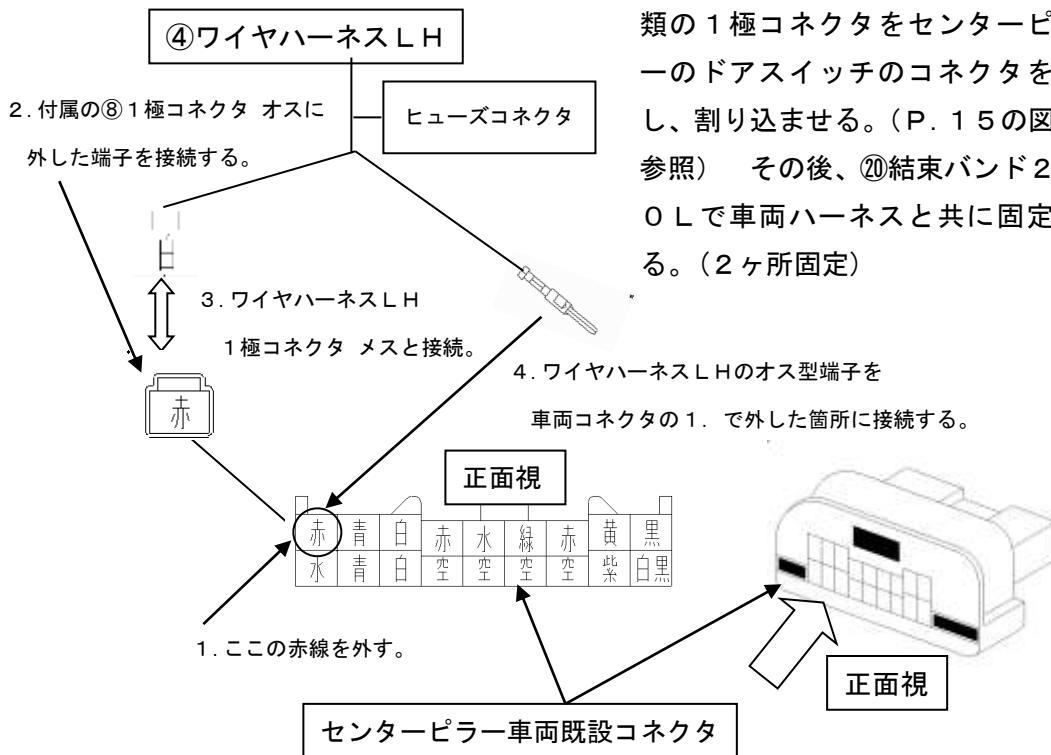
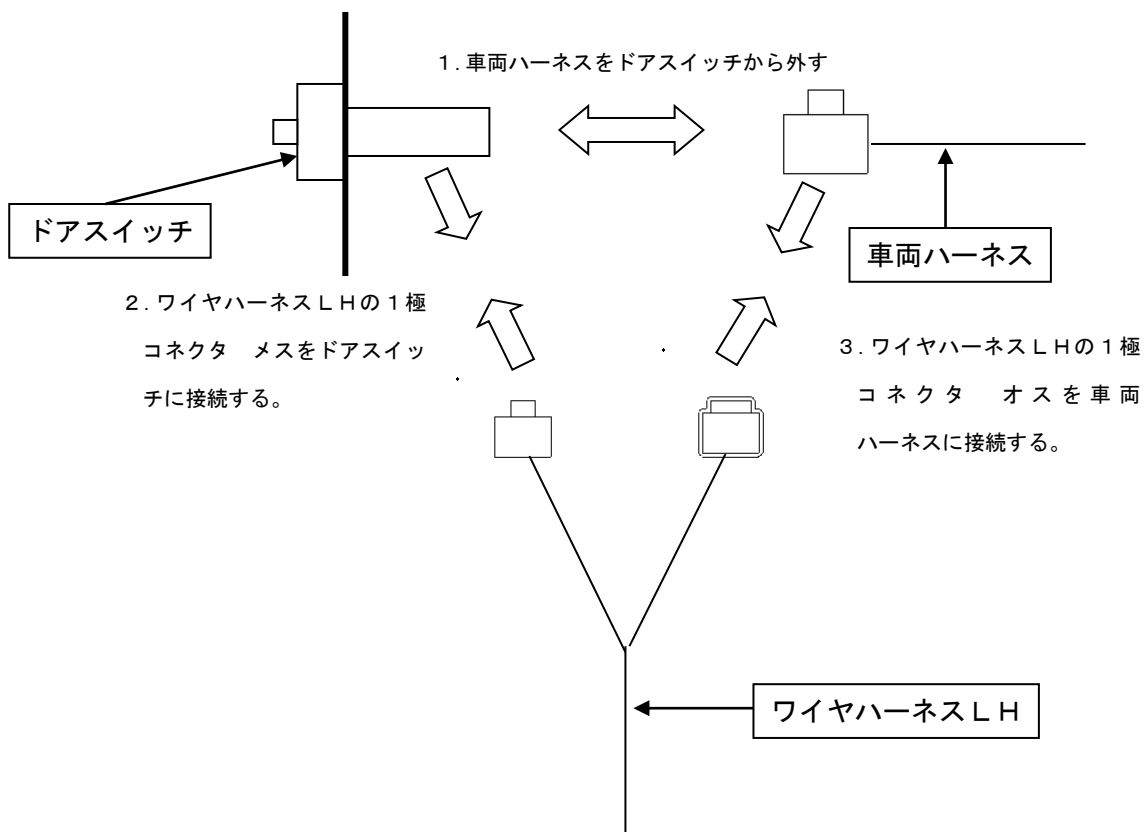

図6. 助手席側電源取り出し
図7. ドアスイッチ接続
10. 写真24、25のように④ワイヤハーネスLHをセンターピラーと太いハーネス、ベルト行きハーネスの間を通す。赤白線をリア側方向に、青黒線と白線をセンターピラーの車両既設18極コネクタ方向へ配線させる。ヒューズコネクタの付いた白線を車内側の車両既設コネクタのパワーウィンド電源へ割り込ませ(図6参照)、青黒線の2種類の1極コネクタをセンターピラーのドアスイッチのコネクタを外し、割り込ませる。(P.15の図7参照) その後、⑳結束バンド200Lで車両ハーネスと共に固定する。(2ヶ所固定)
- 1 1. ④ワイヤハーネスLHの赤白線を写真26のようにリアドアスカッフプレートLH内のクリップの中を通しながら車両ハーネスの内側に沿ってリア側へ配線させる。
- 1 2. 写真27のように④ワイヤハーネスLHを配線させ、リア側のドアスイッチのコネクタを外し図7のように2種類の1極コネクタをドアスイッチに割り込ませ、④ワイヤハーネスLHを車両ハーネスと一緒に②⑩結束バンド200Lで固定する。(2ヶ所固定)その後割り込ませたコネクタをビニルテープで④ワイヤハーネスLHと一緒に固定する。